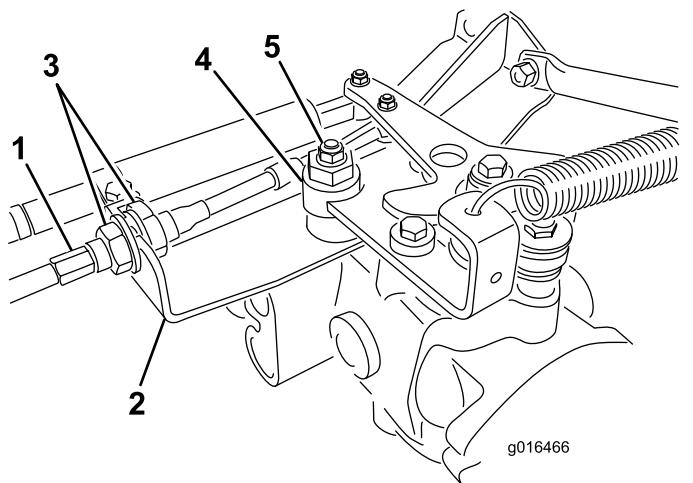

图 47
- A. 松开将驱动控制拉线固定至静液压装置隔板上的两个锁紧螺母图 47。确保锁紧螺母的松动程度相同并足以进行调节。
**注意** 松开将偏心螺栓固定到静液压泵顶部的螺母图 47。
- 当轮子停止旋转时、旋紧螺母、锁定偏心螺栓和调整(图 47)。
- 从隔板的两侧均匀拧紧锁紧螺母将驱动拉线固定到隔板上图 47。切勿让拉线缠绕在一起。